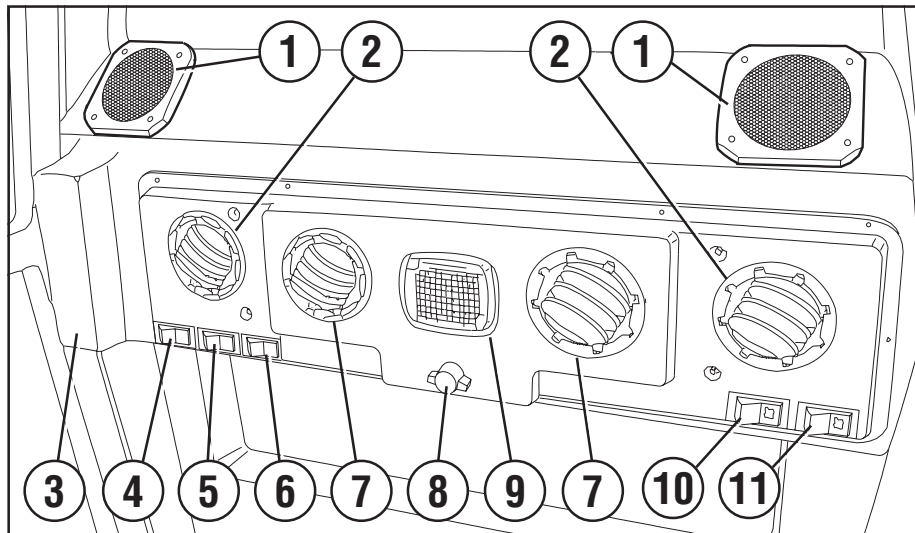

Fig. 20
5.1.5.1 INSTRUMENTER I FØRERKABINE MED VARMEANLÆG (Fig. 20)